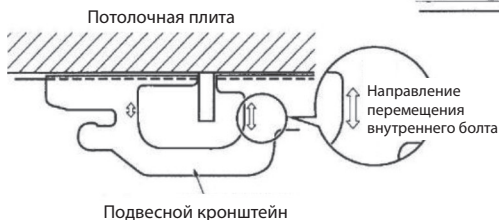

Рисунок 6
- Проверьте, что выступающий из потолка монтажный болт остается в положении, указанном стрелкой. Отрегулируйте подвесной кронштейн, если тот отклонился от указанного стрелкой положения. (см. рис.6)